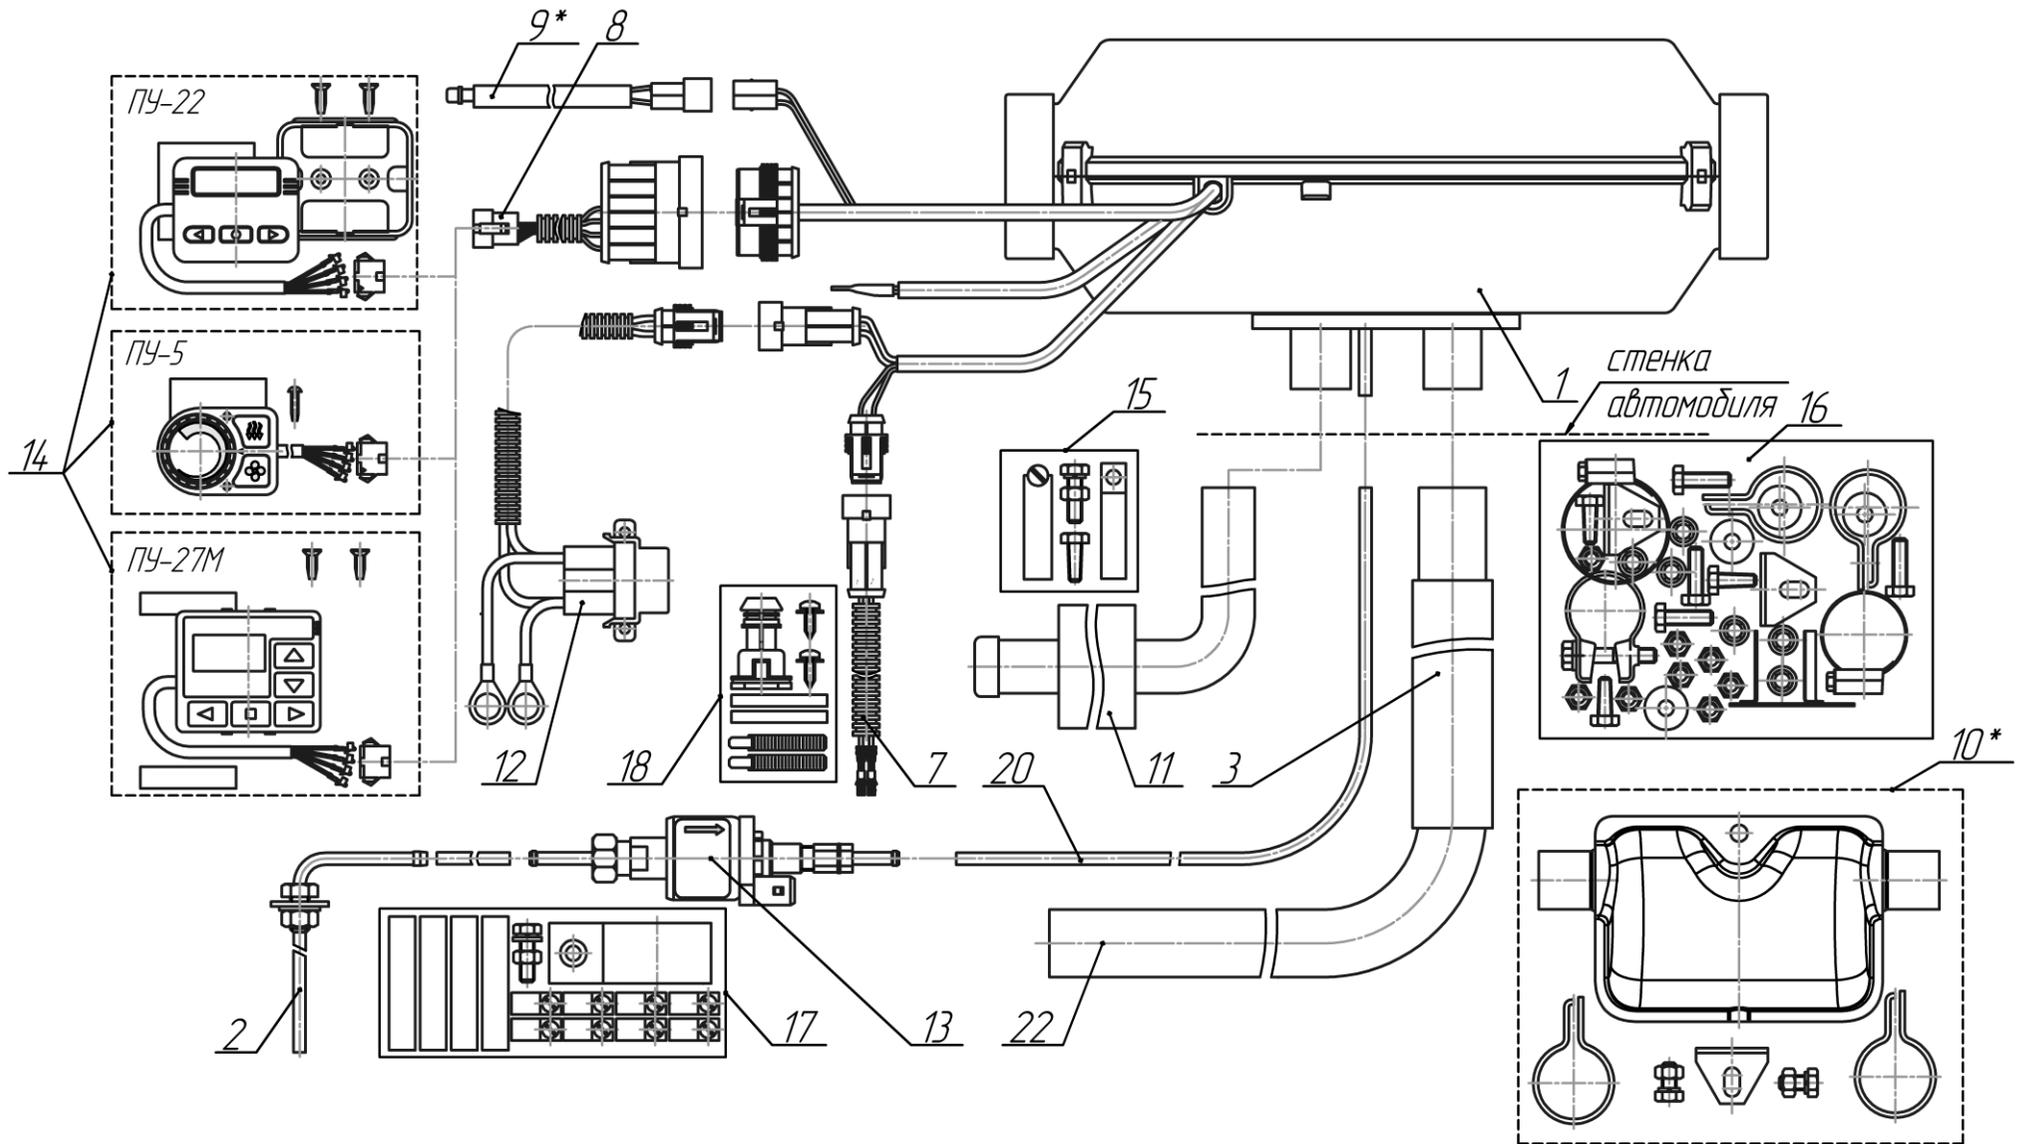

Рис.1- Схема деления отопителя (с монтажным комплектом)
- 1) Состав **отопителей** воздушных согласно схеме деления изделия, на составные части – рис. 1 и перечню деталей и сборок – таблица 1.